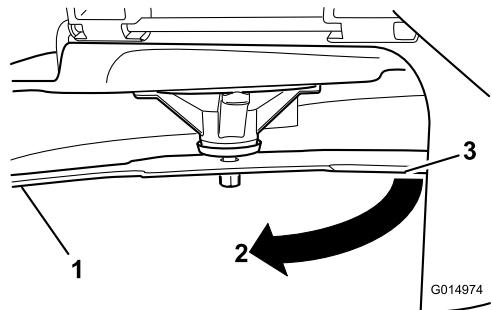

Figure 46
3. Mesurez la distance entre la lame et la surface (A)
4. Tournez la même lame de 180 degrés pour amener l'autre tranchant à la même position (Figure 46).